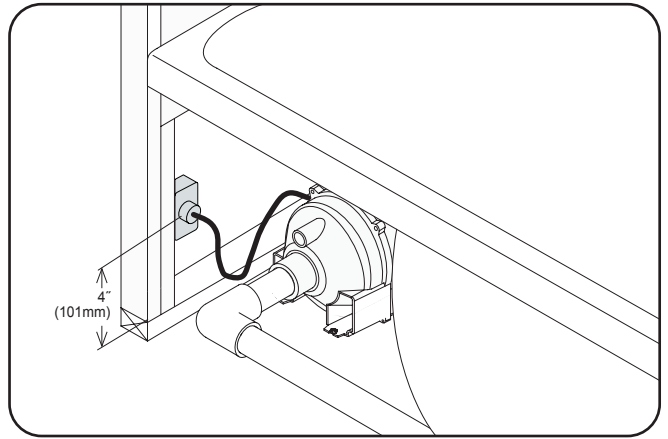

Figura 3
- 1 Para el ventilador, instale una de 120 VAC, 15 Amperios, GFCI dúplex en el poste de la pared debajo de la bañera de 4" (101 mm) por encima del suelo. La toma de dúplex no se suministra (Figura 3).